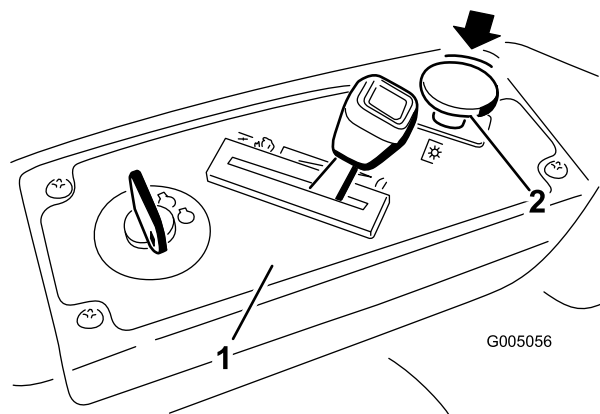

Bild 12
Drücken Sie den Zapfwellenantriebsschalter in die Aus-Stellung, um die Messer auszukuppeln (Bild 12).
1. Kuppeln Sie die Messer aus, indem Sie den Zapfwellenantriebsschalter in die Aus-Stellung stellen (Bild 12).